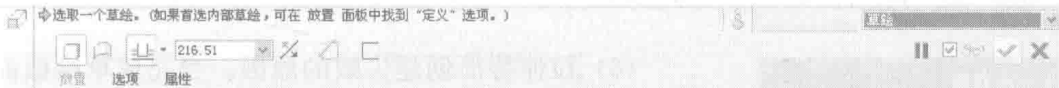

图 1-16 拉伸特征操控板
调用该命令后，在设计界面上部将出现如图 1-16 所示的拉伸特征操控板，用来确定拉伸特征的相关参数。
(4) 设置特征深度。通过确定特征的拉伸深度可以确定特征的大小。确定特征深度的方法有很多，可以直接在文本框中输入代表深度尺寸的数值（见图 1-16 中的 216.51），也可以使用参照进行设置。